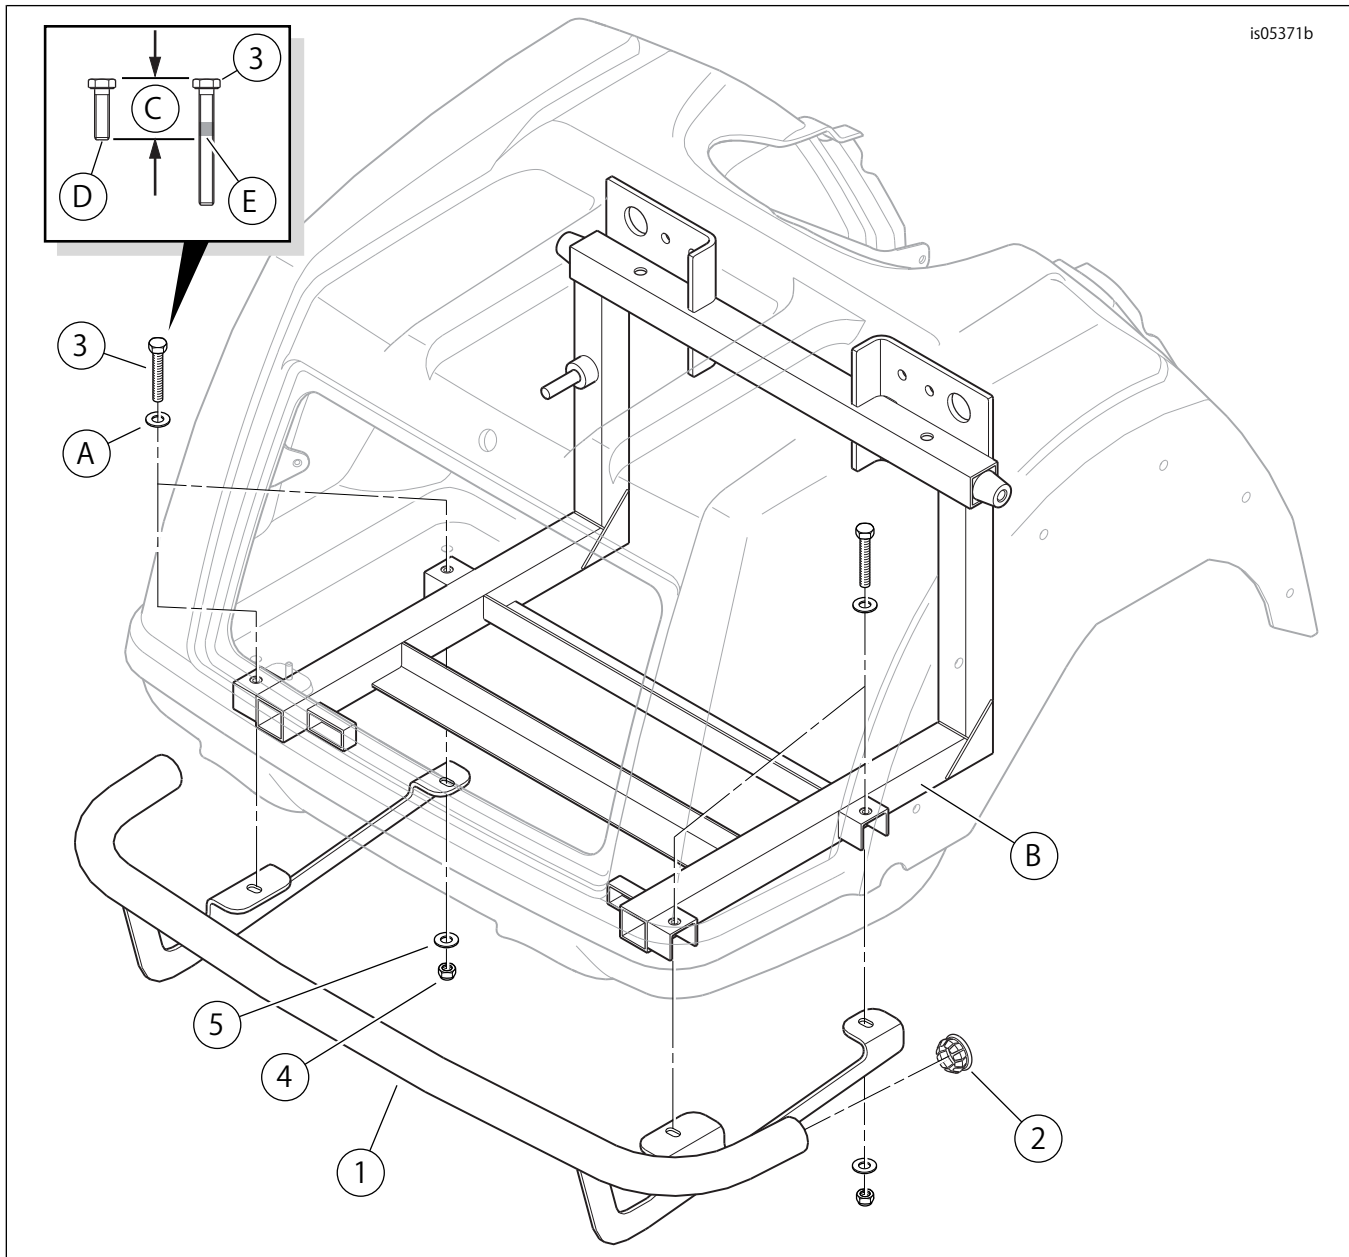

図1. 交換用パーツ: TRIKE CHROME REAR GUARD KIT (TRIKEクロームリアガードキット)
「図1」および「表1」を参照してください。
2. 「図1」を参照。トランクコンパートメントの床から、ボディをリアフレームに固定しているワッシャー付きの4本のスクリュー(A)を見つけます。ワッシャーを残したまま、スクリュー1本を取り外します。手順3用にスクリューを保存した後、廃棄します。
3. 図1を参照してください。スクリュー(3)に少量のスレッドロッカーを塗布します。